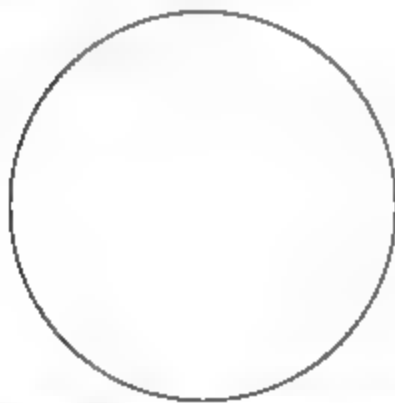

图8-179 绘制圆形
- 01 调用C【圆】命令，绘制半径为250的圆形，结果如图8-179所示。